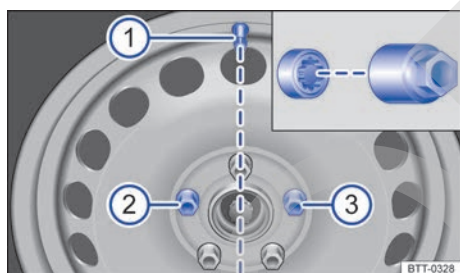

Fig. 188 Cambio de rueda: válvula del neumático ① y lugar de montaje del tornillo de rueda antirrobo ② o ③.
Antes de montar el tapacubos, enrosque el tornillo de rueda antirrobo en la posición → fig. 188 ② o ③. De lo contrario no se podrá montar el tapacubos.
Presione el tapacubos contra la llanta haciendo coincidir el hueco para la válvula con la válvula del neumático → fig. 188 ①. Asegúrese de que todo el contorno del tapacubos quede encajado correctamente.
En las ruedas con tapacubos integrales, el tornillo de rueda antirrobo tiene que estar enroscado en la posición → fig. 188 ② o ③, tomando como referencia la posición de la válvula del neumático ①. De lo contrario no se podrá montar el tapacubos.
- Enrosque el tornillo de rueda antirrobo en la posición → fig. 188 ② o ③ en el sentido de las agujas del reloj utilizando el adaptador y apriételo *ligeramente*.